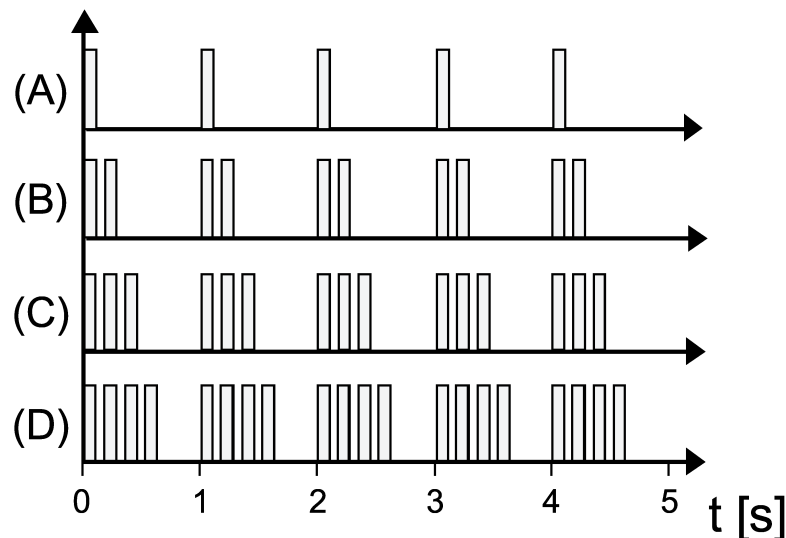

Figura 11: Segnalazione LED delle modalità di funzionamento
La modalità di funzionamento attualmente impostata viene segnalata con il lampeggio del LED (2) (figura 11).